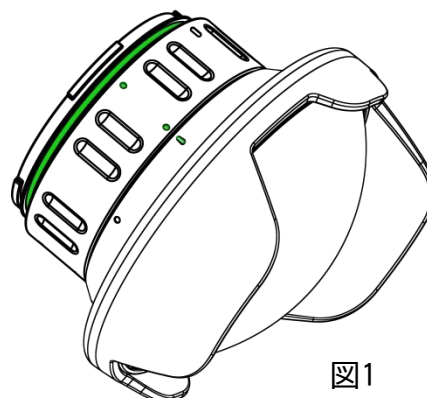

図1
- 03 エクステンションリングのドット印をドームポートのバー印に合わせ、しっかりと密着するまでエクステンションリングをドームポートに押し込みます。(図1参照)